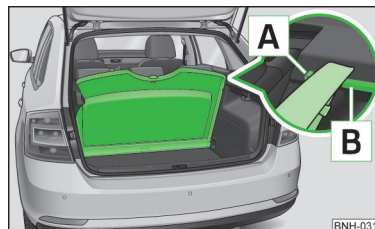

Abb. 78
- › Die ausgebaute Abdeckung zwischen den Bolzen **A** und die Anlagefläche **B** der Seitenverkleidung einschieben » Abb. 78.